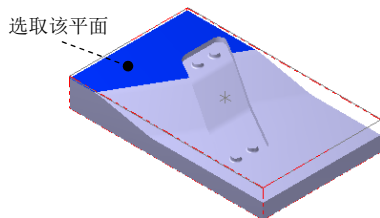
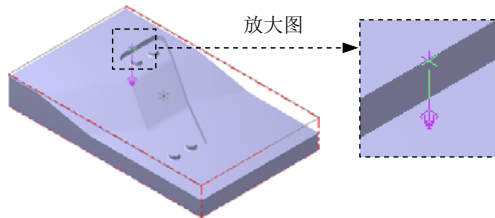

图 14.9 定义附着面
图 14.10 定义边界位置
(1) 选择命令。选择下拉菜单 **绘图 (C)** → **曲面曲线 (V)** → **单一边界 (O)...** 命令。
(2) 定义边界的附着面和边界位置。选取图 14.9 所示的曲面为边界的附着面，此时在所选取的曲面上出现图 14.10 所示的箭头。移动鼠标，将箭头移动到图 14.10 所示的位置单击鼠标左键，此时系统自动生成创建的边界预览。